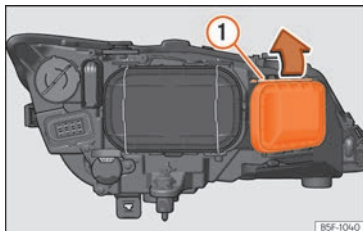

Abb. 111 Fernlichtleuchte.
- Die Strebe » Abb. 111 ① in Pfeilrichtung verschieben und den Deckel abnehmen.